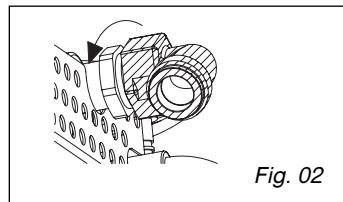

Fig. 02
– **Raccordement avec un tuyau flexible** caoutchouc renforcé à **embouts mécaniques** vissables (conforme à la norme XP D 36-112) dont la durée de vie est de 10 ans (Fig. 02).